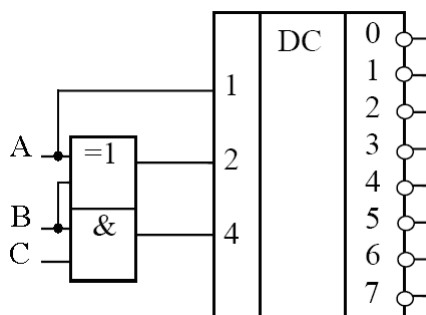

Рис. 2
12. Составьте таблицу истинности для цифрового устройства, изображенного на рис. 2.